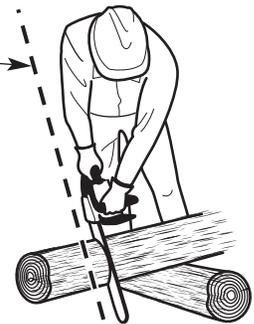

Fig. 8
**AVERTISSEMENT** : Utiliser toujours les placements de main précisés ci-dessous que l'opérateur soit gaucher ou droitier. Cela aidera à garder l'opérateur légèrement à gauche de l'appareil et à l'écart de la ligne directe de la chaîne en cas de rebond (Fig. 8 et Fig. 9). Toujours garder toutes les parties du corps à la gauche de la ligne de chaîne.